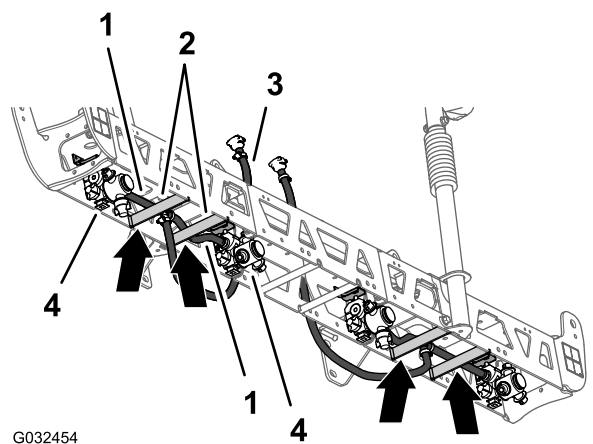
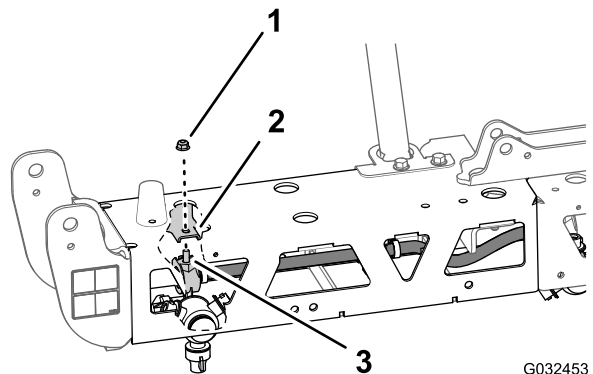

図 81
図 82
2. ホースとノズルをトラスのブレースの上側に沿って、boom 先端側のノズルマウントへ導く 図 81 。
3. ノズルの六角ヘッドボルト 5/16 x 3/4 インチをノズルマウントの穴に通してノズルをマウントに仮止めするジオリンクスプレースystem 仕上げキットにあるフランジロックナット 5/16 インチを使用する 図 82 。
1. ホース 13 mm 長さ 25cm とノズルのアセンブリを、外側トラスのブレースの間に通す 図 81 。
4. もう一方のホース 13 mm 長さ 25cm とノズルのアセンブリを、外側トラスのブレースの間に通す 図 81 。
5. ホースとノズルをトラスのブレースの上側に沿って、boom 根元側のノズルマウントへ導く 図 81 。
6. ノズルの六角ヘッドボルト 5/16 x 3/4 インチをノズルマウント 図 82 の穴に通してノズルをマウントに仮止めするステップ 1 と 4 スプレーヤのノズルを取り外す (ページ 30) で外したフランジロックナット 5/16 インチを使用する。
8. ホースとバーブ付きカップラ 13 x 810mm1/2 x 32 インチを、センターブームの左右のサポートブラケットのある側へ導く 図 81。
9. もう一方の外側トラスのホースノズルアセンブリについても、ステップ 18 の作業を行う 図 81 と 図 82。